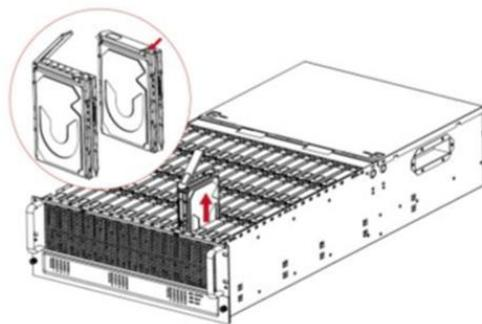

Рисунок 151 - Удаление лотка привода жесткого диска
3.3) Удалить заменяемый диск из лотка (см. Рисунок 151)